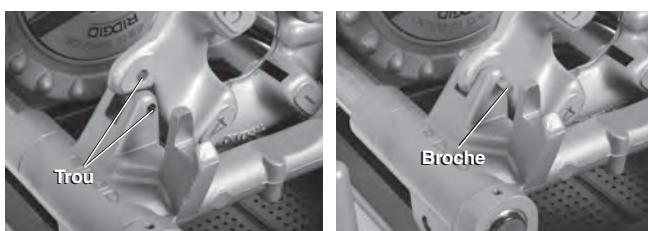

Figure 24 – Retenue de la tête de filière à gauche
1. Introduisez une broche de $5/16"$ de diamètre et 2" de long à travers les trous du chariot et de la tête de filière à gauche pour tenir la tête en place (*Figure 24*).